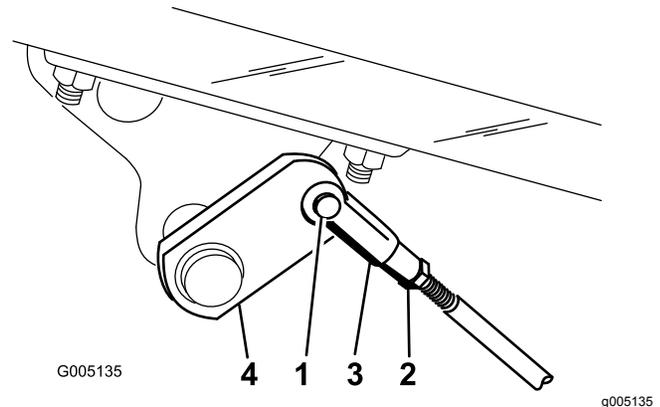

図 44
- A. コッターピンとクレビスピンを外して、ブレーキロッドを外す 図 44。
- B. ジャムナットをゆるめ、クレビスを調整する 図 44。
- C. クレビスをシャフトに取り付ける 図 44。